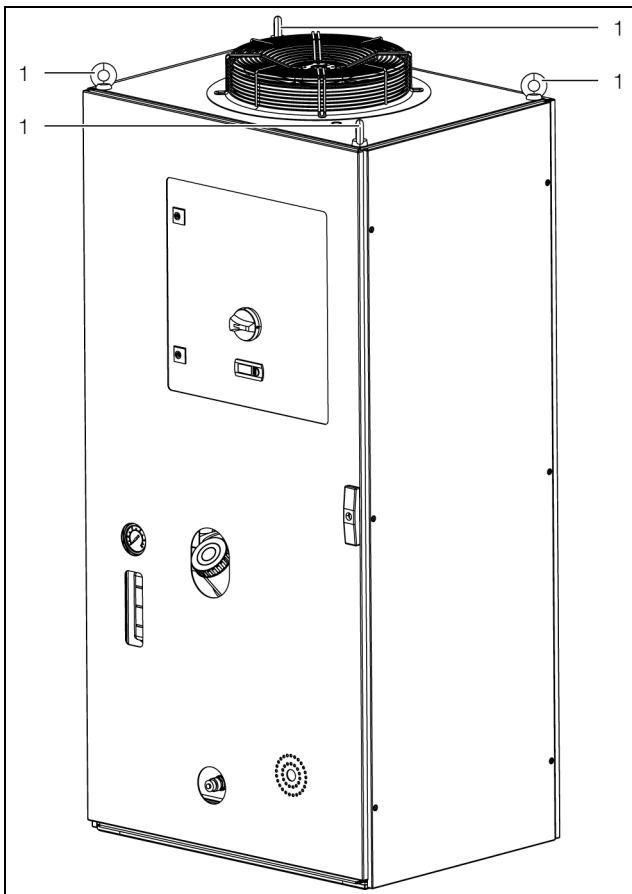
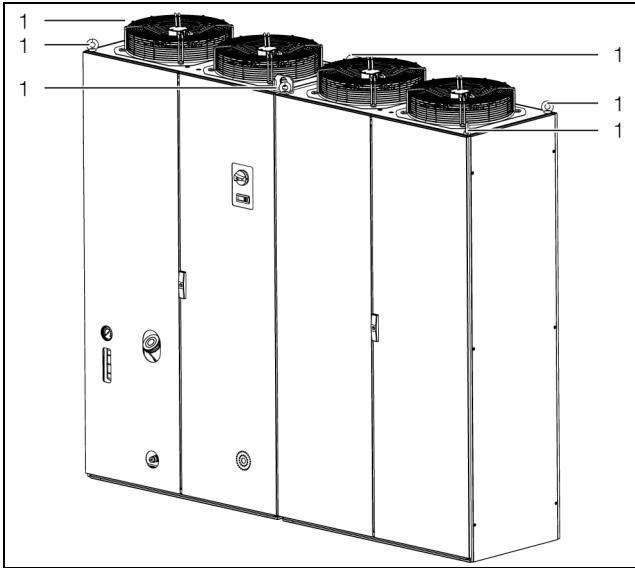

Abb. 19: Augenschraube für Transport (3335.790, 3335.830, 3335.840, 3335.850)
Abb. 22: Augenschraube für Transport (3335.890)
- Transportieren Sie den Chiller nur auf der mitgelieferten Palette bzw. an den dafür vorgesehenen Augenschrauben (Abb. 19 bis Abb. 22, Pos. 1).